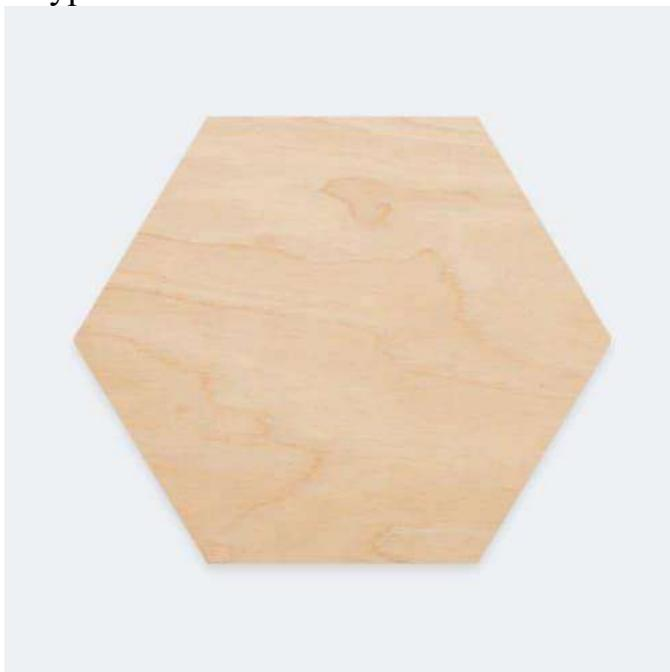

Рис. 1. Образец подставка под горячее
1. По указанным данным, в М 1:2 разработайте чертеж подставки под горячее (Рис.1). Шестиугольник необходимо вписать в окружность диаметром 200 мм.